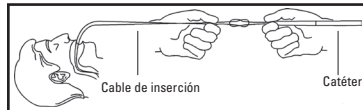

Figura 5
- Agarre la punta de dilatación con el pulgar y el índice y junte los lazos para formar el acoplamiento (Figura 5).